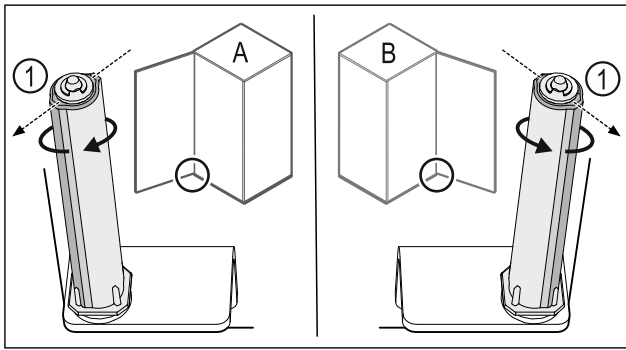

Fig. 35 Розкриття ліворуч (A) / Розкриття праворуч (B)
- ▶ Систему закриття повертати проти опору доки перемичка системи закриття Fig. 35 (1) не покажуватиме назовні.